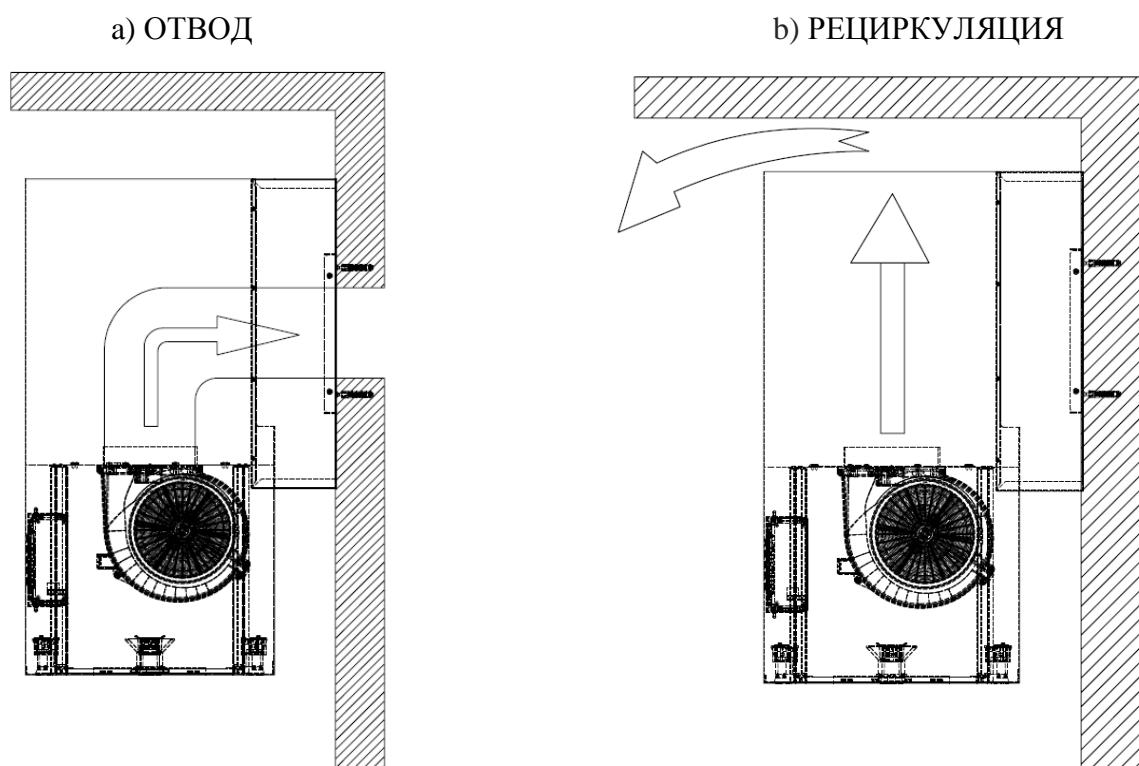

Рис. 4
- 1) Отвода (рис. 4а) – воздух удаляется из помещения через соединение вытяжки с вентиляционным каналом жестким пластиковым воздуховодом или гофрированным
2) Рециркуляции (рис. 4б) – внутренняя циркуляция воздуха через угольные фильтры (рис. 3). Вытяжка в данном случае не подключается к вентиляционной шахте и, таким образом, воздух просто прогоняется через вытяжку внутри кухни.